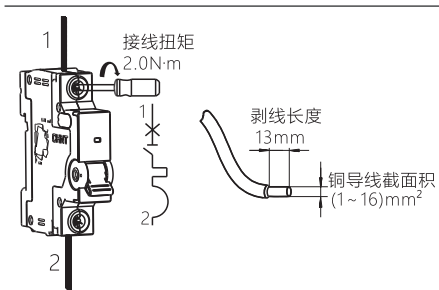

图5 NXB-63(H)接线方式
5.4 适用于铜导线连接，导线选择见表2，接线方式及剥线长度示意如图5。